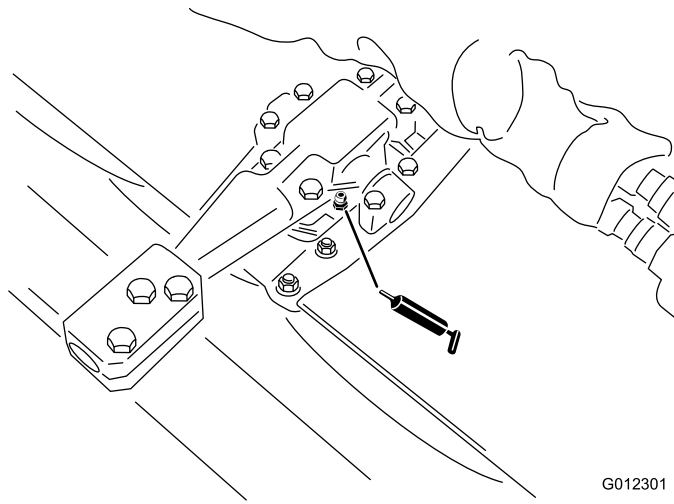

図 27
- ・ フローティング (または固定) ヘッドのピボット (図 27)